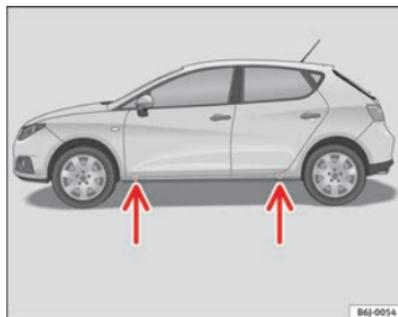

Fig. 127 Puntos de apoyo del gato
- Busque en el larguero inferior del vehículo el punto de apoyo mas cercano a la rueda pinchada ⇒ página 216, fig. 127.
En el larguero inferior van marcados los lugares en los que se puede apoyar el gato ⇒ página 216, fig. 127. Se ha previsto un lugar para cada rueda. El gato no debe colocarse en otros lugares.